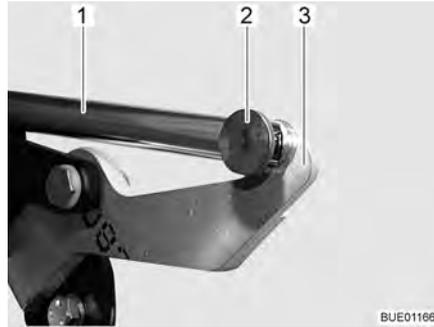

Fig. 89 Azionamento
- Rimuovere il collegamento (ad es. copiglia e perno) (Fig. 89,2) tra la biella (Fig. 89,1) e la leva (Fig. 89,3).